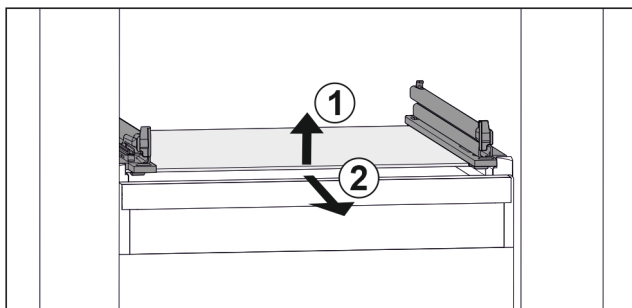

Fig. 50 Przykładowa prezentacja płyty szklanej
- Unieść płytę szklaną z przodu. Fig. 50 (1)
- Wyjąć płytę szklaną do przodu. Fig. 50 (2)